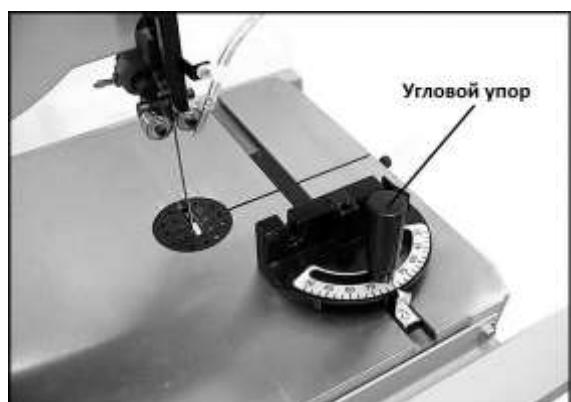

Рис. 51.
5. Ослабьте барашковый винт (M) и Рис. 51. поворачивайте ручку (N) для смещения упорного подшипника (O) внутрь или наружу, чтобы расстояние между ним и полотном составляло примерно 0,4 мм. Для выставления данного расстояния можно
См. Рис. 51 и 52.